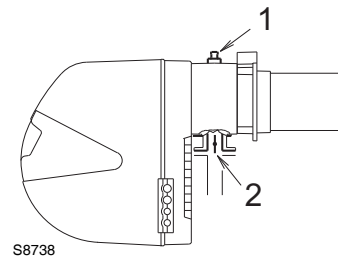

Fig. 38
Presión de gas medida en la toma 1)(Fig. 38), con:
Pérdida de carga en válvula de mariposa del gas 2)(Fig. 38) con apertura máxima: 90°.
- Restar a la presión del gas en la toma 1)(Fig. 38) la presión de la cámara de combustión.
- Presión de gas en la toma 1)(Fig. 38) = 11,3 mbar
En cambio, para conocer la presión de gas necesaria en la toma 1)(Fig. 38), una vez fijada la potencia en la cual se desea que funcione el quemador con la máxima potencia:
- Leer a la derecha, en la columna 1, la presión en la toma 1)(Fig. 38).
presión necesaria en la toma 1)(Fig. 38).